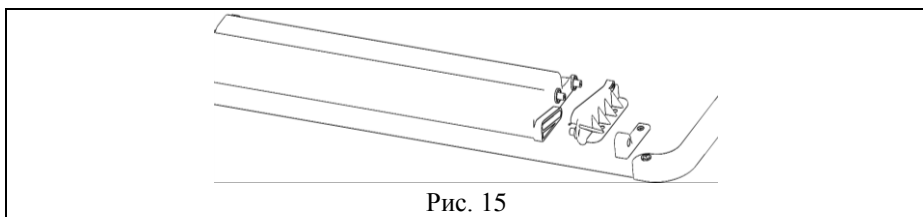

Рис. 15
5.5.3. К сборке по п.5.5.2. установить и закрепить ОКП.05.002-01. направляющую лотка правую (поз.2, пакет №146) при помощи саморезов с прессшайбой (поз.3, пакет №146), см. рис. 15 и 15а.
Рис.15а